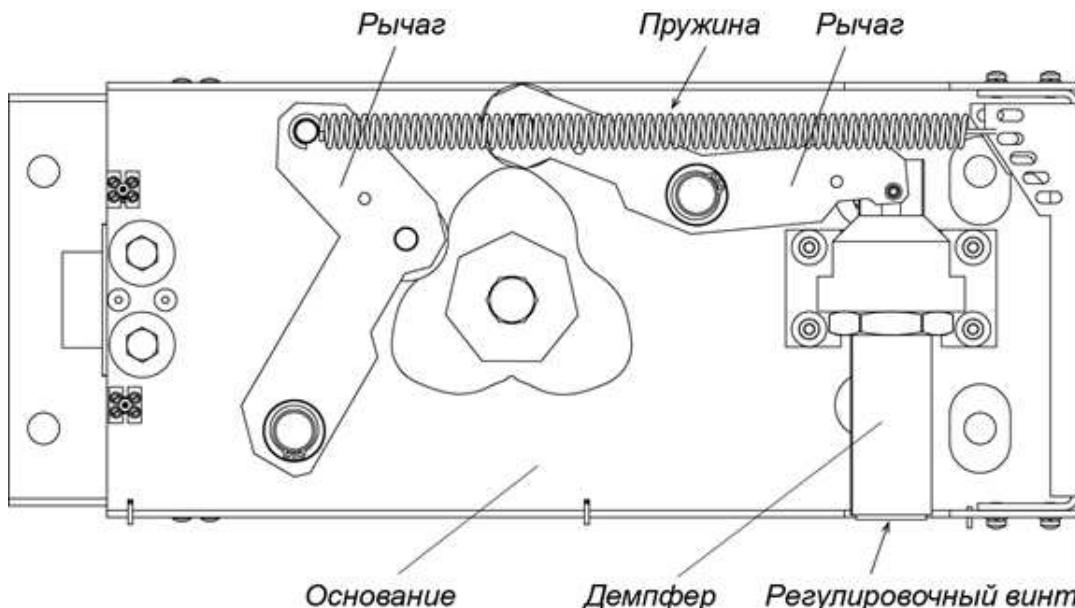

Рисунок 23. Демпфер турникета PERCo-RTD-16.2
- Снимите крышку (9) с балки привода (8) (см. разд. 6).
- Отверните шестигранным ключом SW3 стопорный винт, расположенный на торце регулировочного винта демпфера (см. рис. 23).